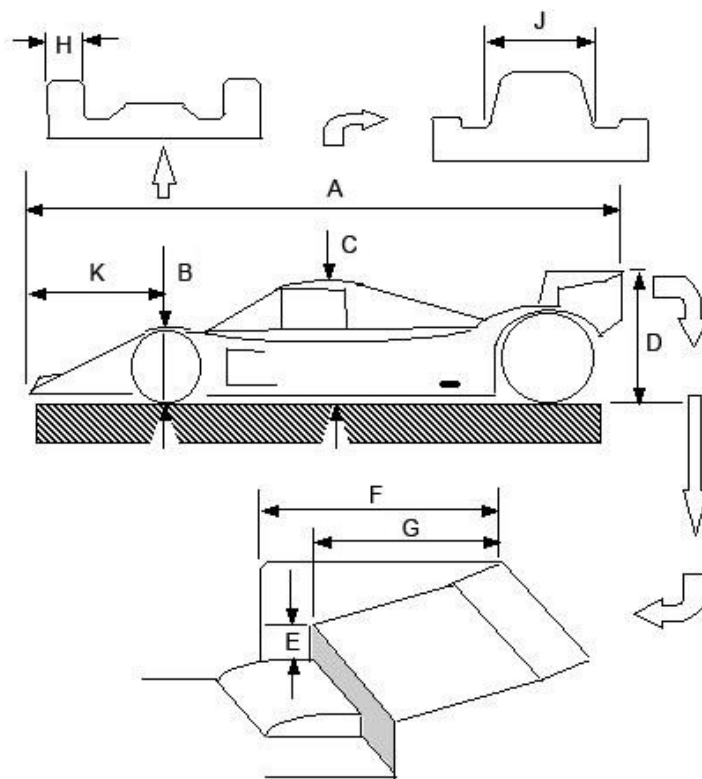

Рисунок 3.
19.3.2. Размеры модели (см. рис. 3):